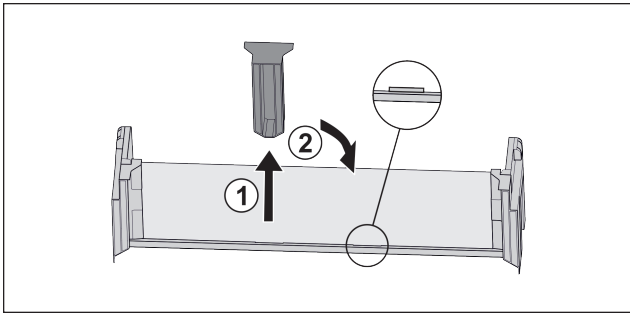

Fig. 118
- ▶ Trekk av den midtre holdedelen Fig. 118 (1).
- ▶ Sett inn den midtre holdedelen i andre posisjon Fig. 118 (2).